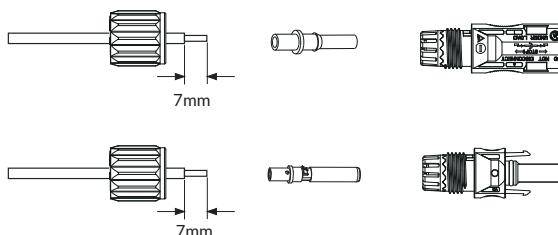

Figura 5.3 Desmonte a capa do conector
- a) Remova a cobertura do condutor CC em aproximadamente 7 mm, desparafuse a porca da capa do conector (consulte a figura 5.3).